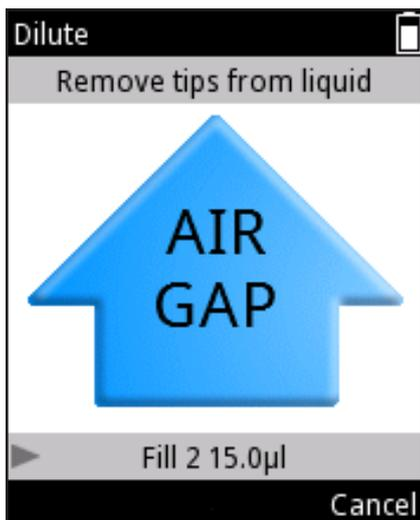

图 D26.
4. 从液体中抽离吸头。屏幕显示“空气间隔”（图 D26）。